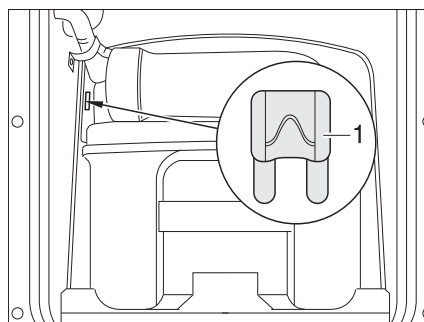
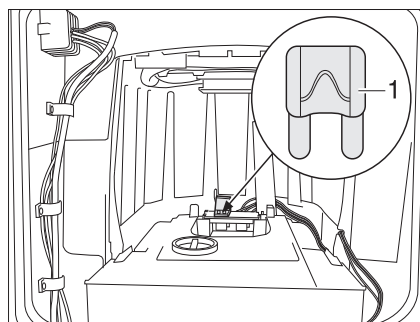

Fig. 158 Fusible del inodoro Thetford
Fig. 159 Fusible del inodoro Thetford (alternativa)
- Cambiar el fusible (Fig. 158,1 ó Fig. 159,1).